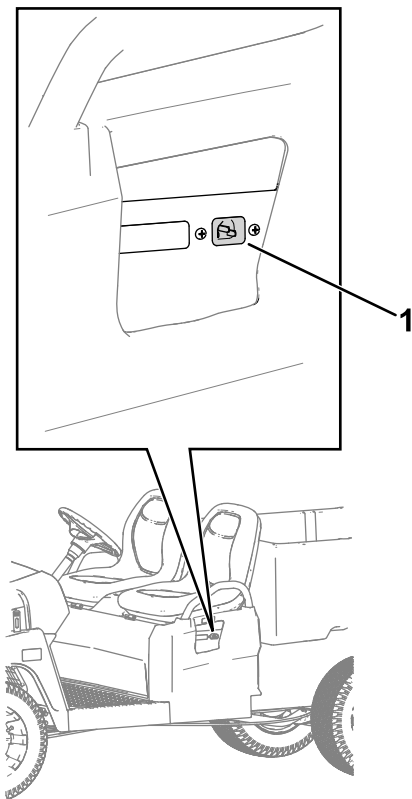

Figura 28
1. Enchufe el cable de alimentación en la toma de corriente del cargador de la máquina (Figura 28).